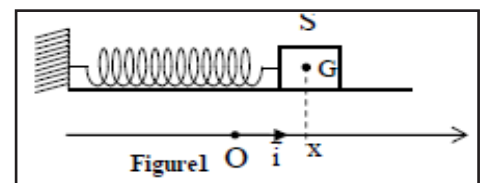

Figure 1
initiale. Le solide (S) oscille sans frottements sur un plan horizontal (figure 1)